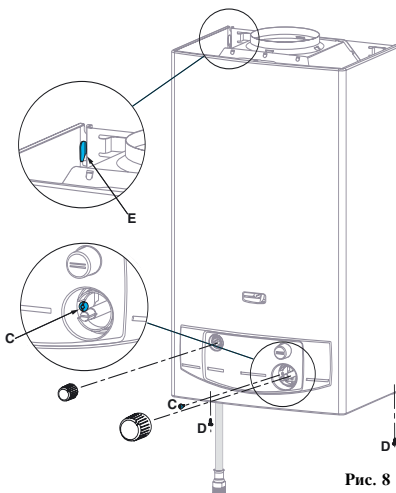

Рис. 8
- Отверните винт **C** крепления фальшпанели (находится под рукояткой регулятора температуры) (рис. 8)
- Отверните 2 винта **D** крепления передней панели (рис. 8)
- Приложите переднюю панель к аппарату (рис. 8)